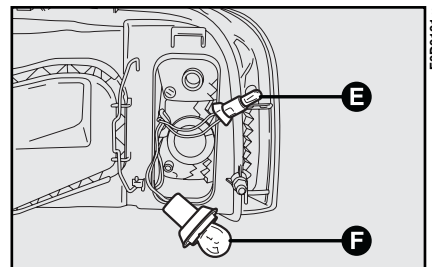

fig. 17
4) estrarre la lampada **E**-fig. 17;
- 4) togliere la lampada **F-fig. 17** spingendola leggermente e girandola in senso antiorario;